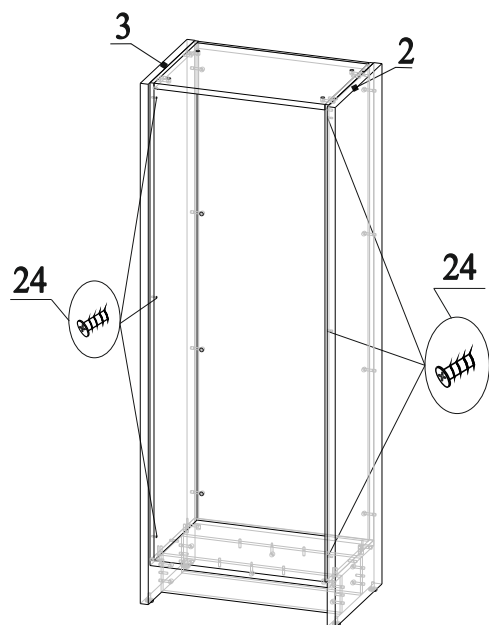

Рис.13
21. Соединить детали 2 и 3 с деталями 6, 7 и 8 (детали 2 и 3 с деталью 8 соединяются через сквозные отверстия в деталях 4 и 5), затянуть эксцентрики по часовой стрелки до упора (рис.13);
22. Закрутить винты 24 в муфты 19 через отверстия в деталях 4 и 5 (рис.13);